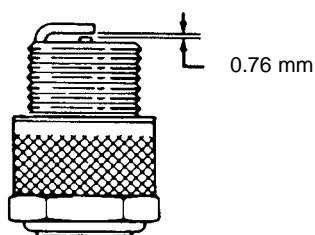

図 48
4. プラグの電極間のエアギャップを約0.76 mmに調整後、シリンダヘッドに取り付け、23 Nm (2.3kg.m) でガスケットシールと共にトルク締めする。トルクレンチがない場合は十分に締めつける (図48)。